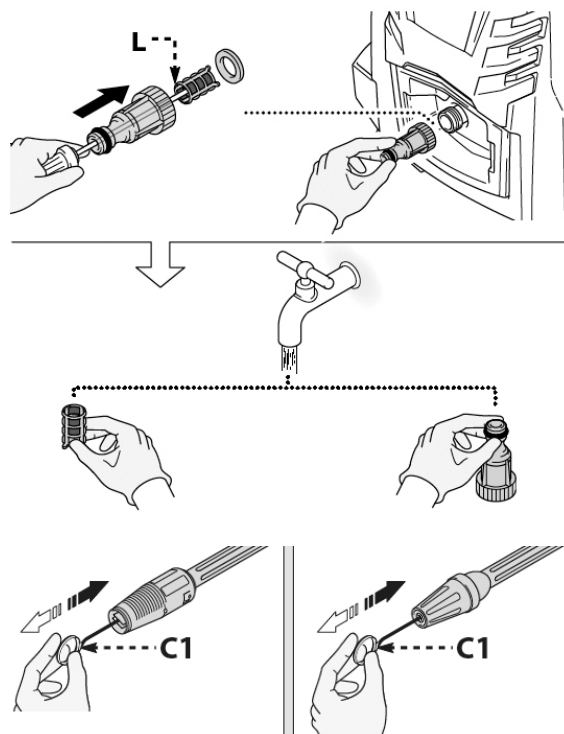

Abb. 12: Pflege, Wartung, Lagerung und Transport
Schritt 2: Mit dem Werkzeug (Pos. C.1, Abb. 12) die Bohrung der Düse säubern.
Vor jedem Gebrauch den Saugfilter (Pos. L, Abb. 12) und den Reinigungsmittelfilter (falls vorgesehen) kontrollieren und erforderlichenfalls wie angegeben reinigen.